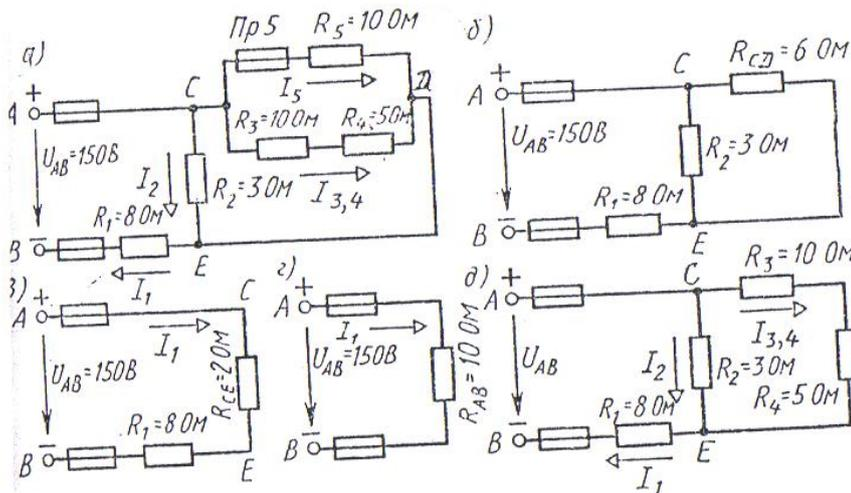

Рис. 2
1) Для схемы, приведенной на рис.2, определить эквивалентное сопротивление цепи Z_{AB} , токи в каждом резисторе, а также расход электроэнергии цепью за 8 ч работы.
1. Определяем общее сопротивление разветвления R_{CD} учитывая, что резисторы R_3 и R_4 соединены последовательно между собой, а с резистором R_5 — параллельно: $R_{CD} = (R_3 + R_4) \parallel R_5 = (10 + 5) \parallel 10 = 6 \text{ Ом}$ (рис. 2, б).
2. Определяем общее сопротивление цепи относительно вводов CE . Резисторы R_{CD} и R_2 включены параллельно, поэтому $R_{CE} = R_{CD} \parallel R_2 = 6 \parallel 3 = 2 \text{ Ом}$ (рис. 2, в).
3. Находим эквивалентное сопротивление всей цепи: $R_{AB} = R_1 + R_{CE} = 8 + 2 = 10 \text{ Ом}$ (рис. 2, г).